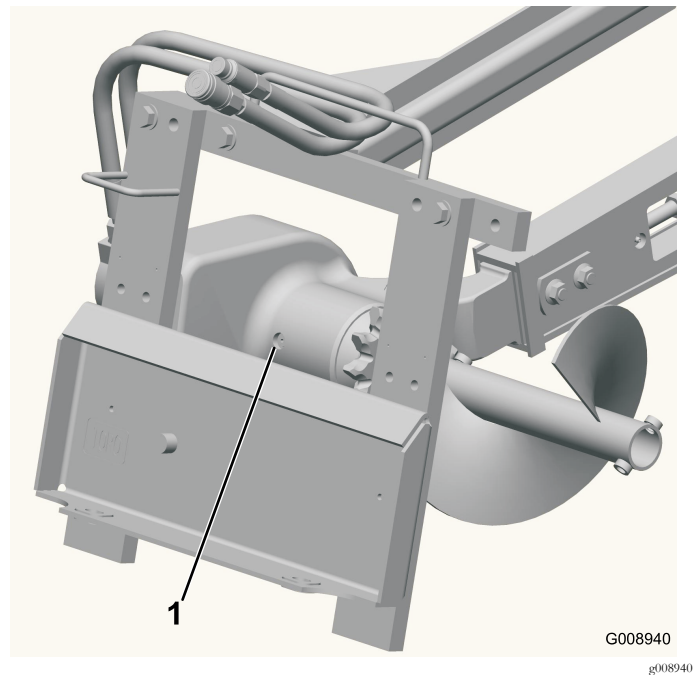

Figura 6
2. Limpie la zona alrededor del tapón del orificio de llenado de la caja de engranajes (Figura 6).
3. Retire el tapón del orificio de llenado de la caja de engranajes (Figura 6).